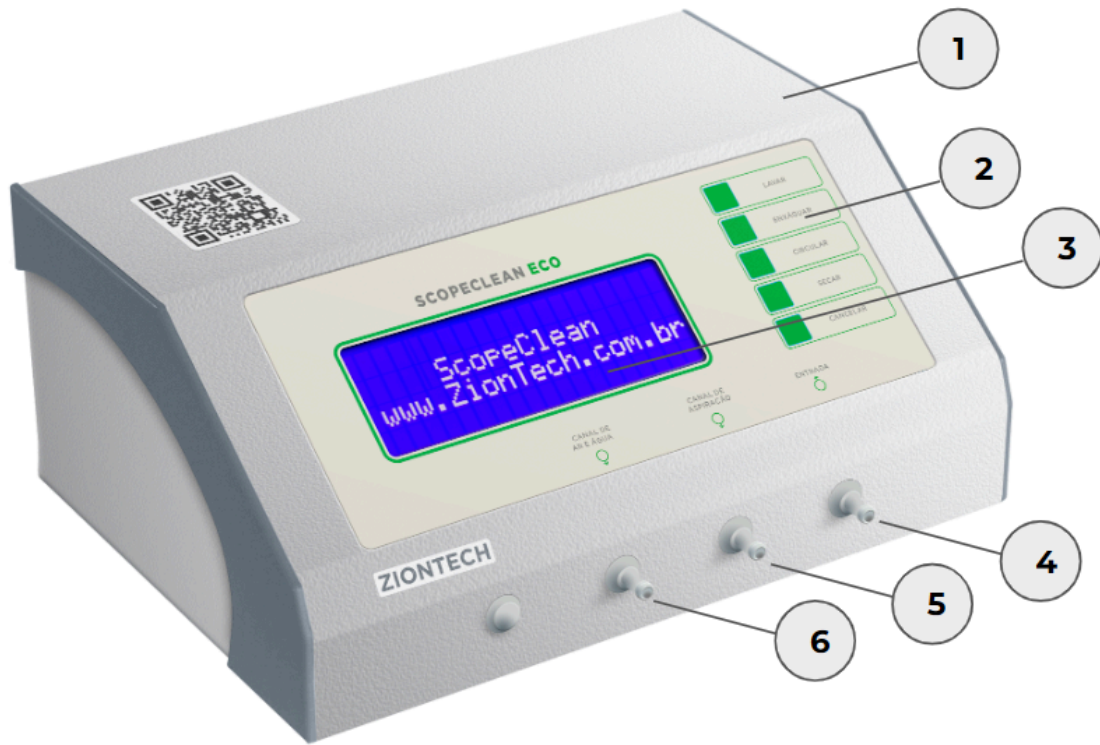

Figura 1. Painel Frontal Scopeclean ECO
3. Retire o Kit de Mangueiras da embalagem, conecte primeiramente a mangueira com filtro encaixado na Conexão de Entrada (Ver item 4 da Figura 1).
4. Conecte as mangueiras restantes nas entradas conforme os itens 5, 6 e 7 da Figura 1.
Após a inicialização, o usuário deverá selecionar a função desejada através do teclado na lateral do painel (Ver item 2 da Figura 1).